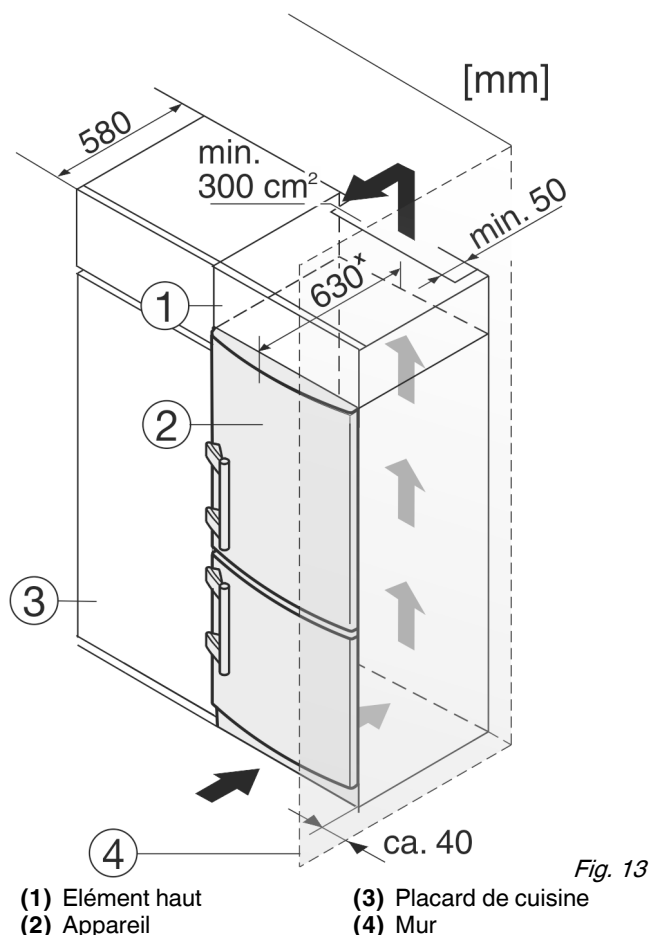

Fig. 13
L'appareil peut être entouré de meubles de cuisine. Pour adapter l'appareil Fig. 13 (2) à la hauteur des placards de la cuisine intégrée, on peut placer un élément haut Fig. 13 (1) au-dessus de l'appareil.
Lors de la transformation avec des placards de cuisine (profondeur max. 580 mm), l'appareil peut être placé directement à côté du placard de cuisine Fig. 13 (3). L'appareil dépasse latéralement de 34 mm* et de 50 mm* au centre de l'appareil par rapport à la face avant du placard de cuisine.
Si l'appareil est installé avec les charnières à côté d'un mur Fig. 13 (4), la distance entre l'appareil et le mur doit être de 40 mm min. Ceci correspond à la saillie de la poignée lorsque la porte est ouverte.